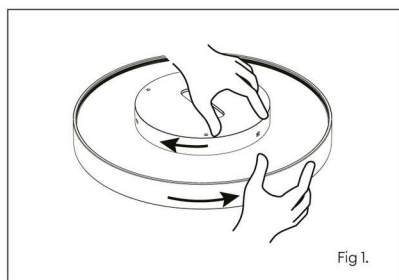

Fig 1.
- Remove base section from the main LED section by rotating base section clockwise, unhooking the safety cable, disconnecting the 2x LED cables and unplugging the earth cable from the main down light section (fig 1).
- Retirez la base de la section LED en tournant dans le sens des aiguilles d'une montre ; décrochez le câble de sécurité, déconnectez les 2 fils LED et débranchez le fil de mise à la terre de la partie basse (fig. 1).